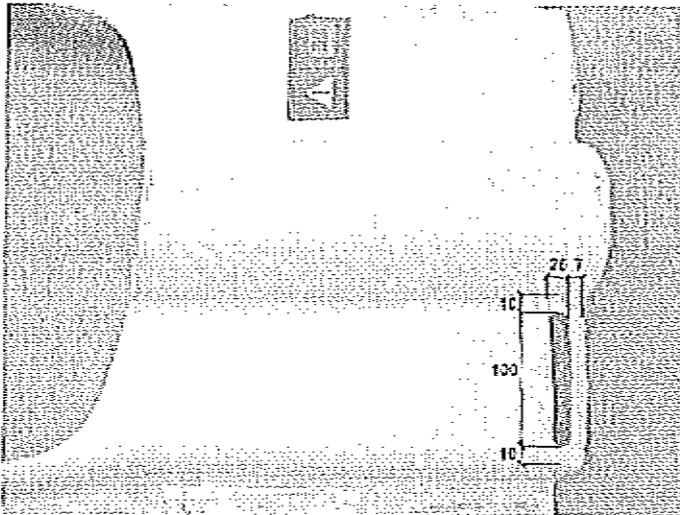

Bild 16
- Schneiden Sie nun die Ausnehmung für den Schalthebel in das Trittbrett (Bild 16)